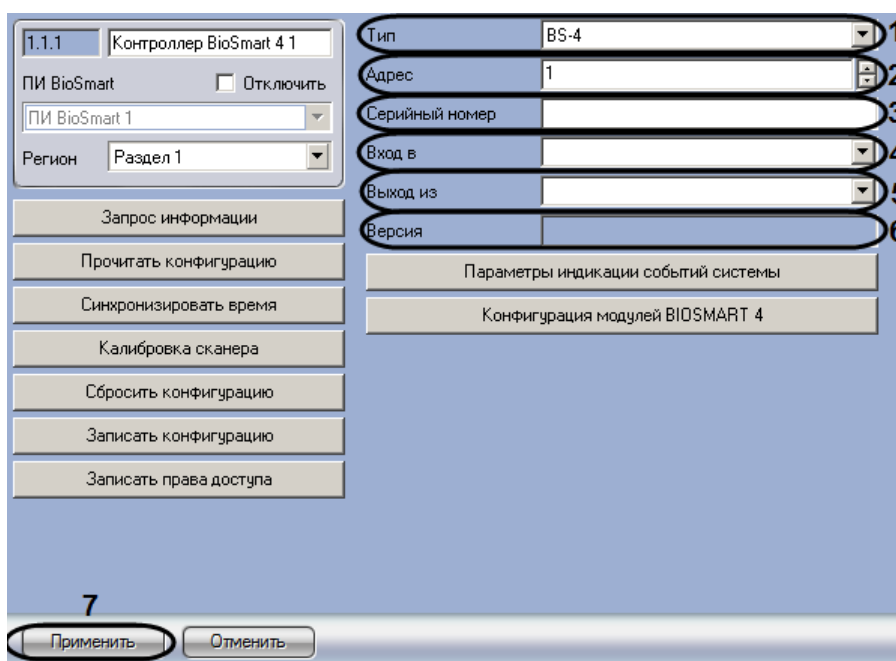

Рис. 3.5—2 Основная настройка контроллера BioSmart
2. В раскрывающемся списке **Тип** установлено значение, заданное при построении дерева объектов *СКУД BioSmart* (см. раздел *Построение дерева объектов СКУД «BioSmart»*). В случае, если требуется изменить данное значение, необходимо из раскрывающегося списка **Тип** выбрать название модели подключенного контроллера (см. Рис. 3.5—2, 1).
3. В поле **Адрес** установлен адрес устройства, считанный при построении дерева объектов (см. раздел *Построение дерева объектов СКУД «BioSmart»*). В случае, если требуется изменить данное значение, необходимо ввести аппаратный адрес контроллера в поле **Адрес** при помощи кнопок **вверх-вниз** (см. Рис. 3.5—2, 2).